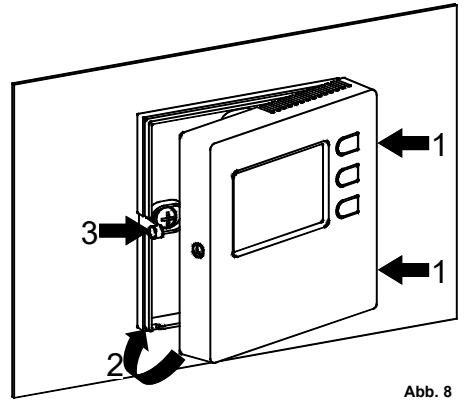

Abb. 8
- Klappen Sie nun das Gehäuseoberteil nach links (siehe Abb. 8). Drücken Sie nun die Verriegelung nach hinten und führen Sie nun das Gehäuseoberteil nach links, bis die Verriegelung einrastet.